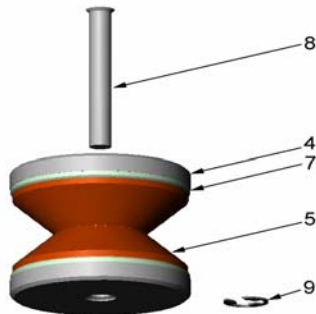

Figure 3
1.7 Positionnez les unités explosives avec les douilles orientées vers l'intérieur le long d'un seul axe, puis insérez la cartouche de la charge relais (élément n° 8) dans le trou du support jusqu'à ce que l'extrémité évasée soit correctement positionnée dans le trou (voir Figure 3).